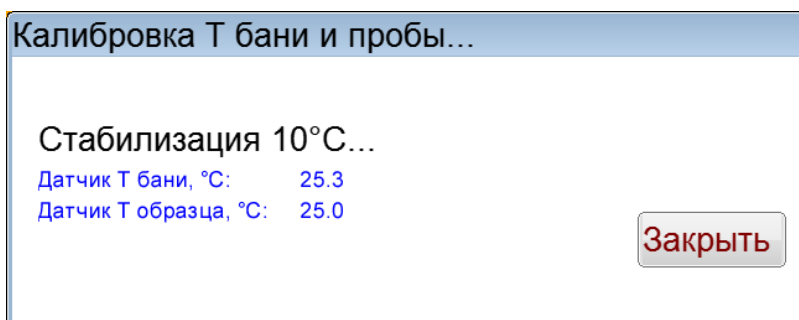

Рисунок 25 – Стабилизация 10°C
5.6.10 Нажать кнопку **[Калибровать]**, после чего откроется окно «Стабилизация Т бани и пробы», в котором будет отображен статус «Стабилизация 10°C» (рисунок 25).